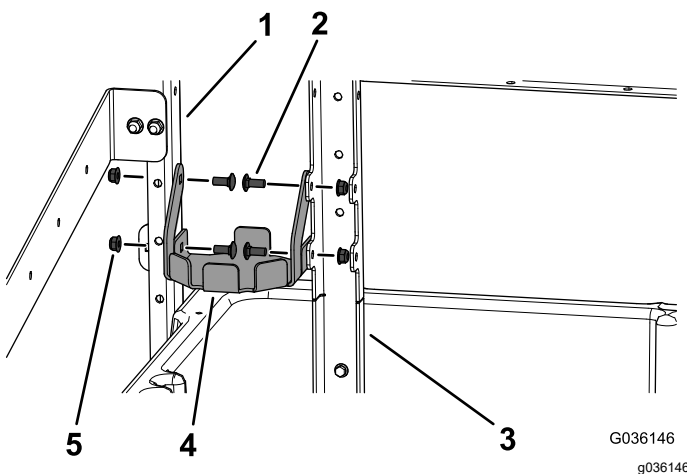

Figura 9
8. Instale el bastidor del extintor en el soporte vertical lateral y en el soporte vertical delantero con 4 pernos de cuello cuadrado (5/16" x 3/4") y 4 tuercas con arandela prensada (5/16"), tal y como se muestra en la Figura 9.